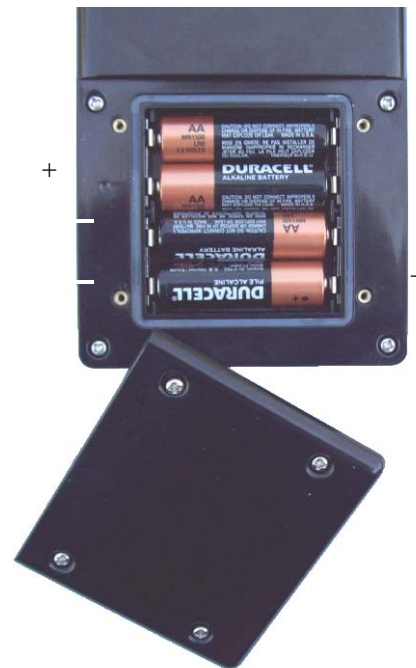

Figure 18 : Logement des piles
3. Placez chaque pile neuve dans un des emplacements du logement en respectant la polarité. (Si les piles ne sont pas installées correctement, la télécommande ne sera pas endommagée, mais elle ne fonctionnera pas). Les marquages de polarité sont gravés sur le logement pour chaque borne (voir la Figure 18). Veillez à bien enfoncer les piles dans le logement.